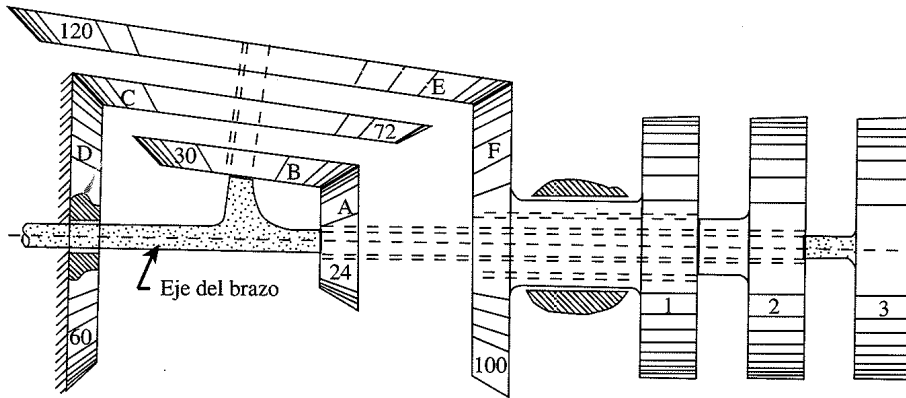

FIGURA P9-8 Problema 9-41 De P. H. Hill y W. P. Rule (1960). *Mechanisms: Analysis and Design*, con permiso
- *†9-41 La figura P9-8 muestra un tren epicíclico. El engrane 2 es impulsado a a 600 rpm en el sentido de las manecillas del reloj y el engrane D está fijo a la bancada. Determine la velocidad y dirección de los engranes 1 y 3.